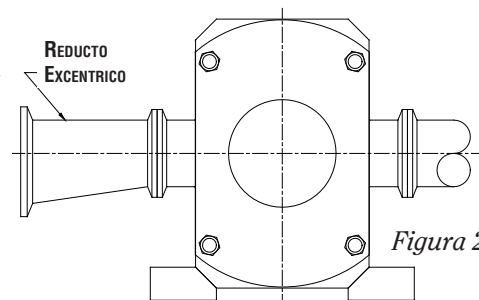

Figura 2
- Dé pendiente a la tubería de la succión de la bomba para evitar bolsas de aire o si la tubería de succión es de mayor diámetro que la entrada de la bomba, utilice un reductor excéntrico, con la sección recta hacia arriba para evitar que se formen bolsas de aire. (Figura 2).